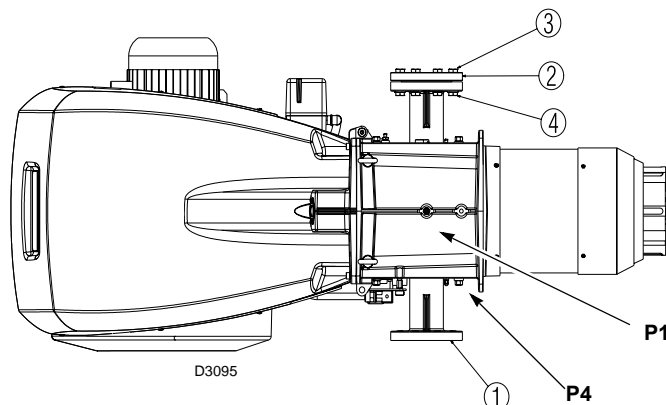

图 25
用法兰 1) (图 25) 将燃气阀组与燃烧器右侧连接。
- P4 - 燃烧头处的风压 (图 25)